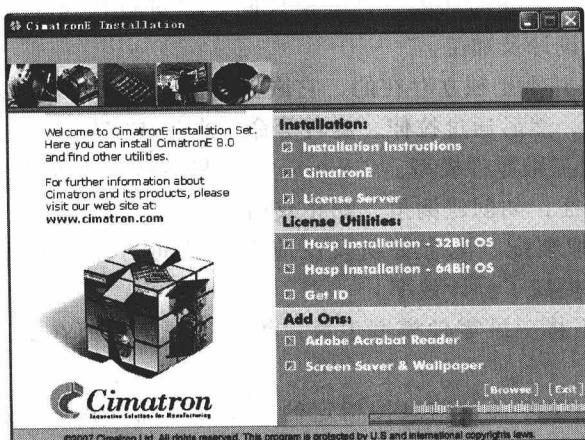
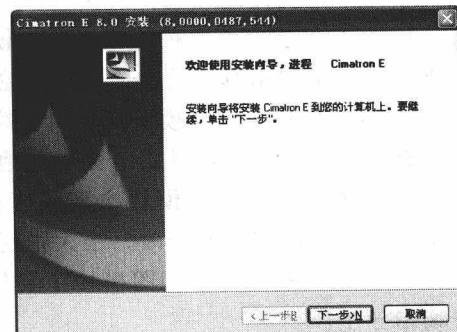
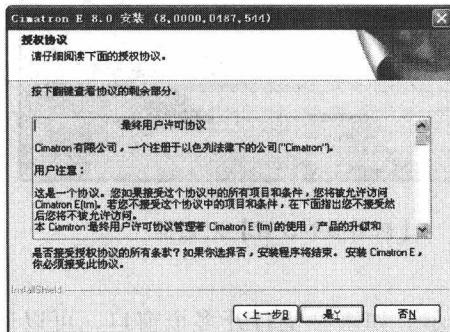
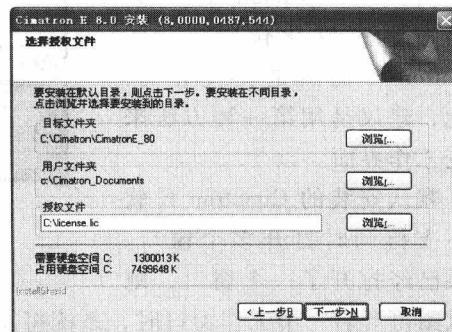

图 1-1 安装程序选择界面
图 1-2 安装向导
图 1-3 授权协议界面
图 1-4 选择授权文件界面
- 1) 将 Cimatron E8.0 安装光盘放入光驱后会自动运行，如果没有自动运行，可以在资源管理器中右击光驱图标，在弹出的右键快捷菜单中单击【自动播放】，使光盘运行。光盘运行后会出现如图 1-1 所示的安装选择界面。
2) 单击图 1-1 中的【Cimatron E】按钮, 进入 Cimatron E8.0 安装向导界面, 如图 1-2 所示。单击【下一步>N】按钮, 进入授权协议界面, 如图 1-3 所示。单击【是Y】按钮, 进入安装提示界面, 继续单击【下一步>N】按钮, 进入如图 1-4 所示的选择授权文件界面。